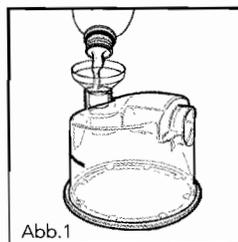

Abb.1
- b. Füllen Sie die Kammer bis zur Abfüllmarkierung mit destilliertem Wasser auf (Abb. 1).